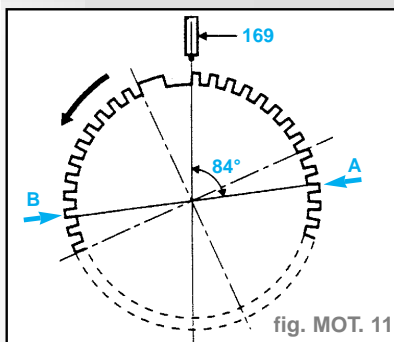

fig. MOT. 11
- Il comprend 60 dents régulièrement espacées. Deux dents ont été supprimées pour créer un repérage absolu placé à 84° ou 14 dents pleines avant le point mort haut des cylindres 1 et 4. Il ne reste donc en réalité que 58 dents (fig. MOT. 11).
- Les cylindres 1 et 4 sont au point mort haut, quand la flèche repérée (A) passe devant le capteur de régime (169) (fig. MOT. 11).
- Les cylindres 2 et 3 sont au point mort haut quand la flèche repérée (B) passe devant le capteur de régime (169).